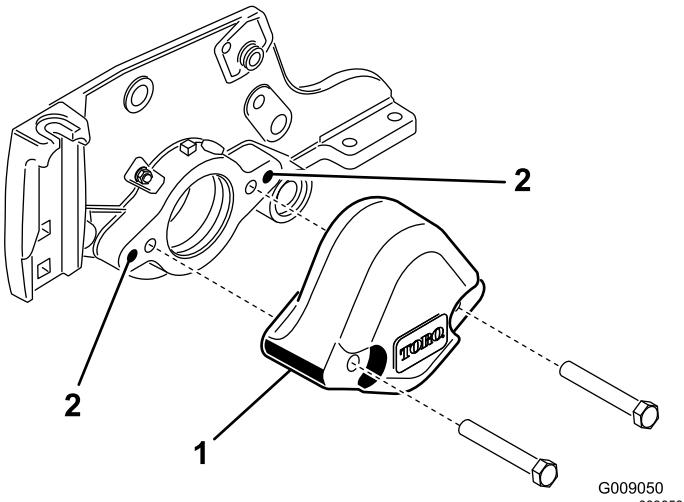

Figura 4
3. Remova os dois parafusos que fixam o contrapeso à extremidade esquerda da unidade de corte. Remova o contrapeso (Figura 4).
4. Utilizando uma torneira de $\frac{3}{8}$ -16, retire a tinta dos orifícios de montagem externa em ambas as placas laterais (**Figura 4**).